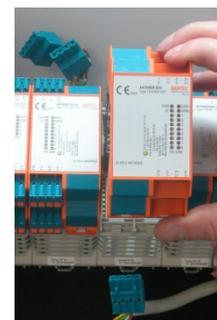

Рисунок 5
- Приподнять электронный блок и извлечь его из нижней части корпуса (рис. 5).
Брать электронный блок можно только за верхнюю часть корпуса (см. рис. 5)! (электростатически чувствительный элемент)